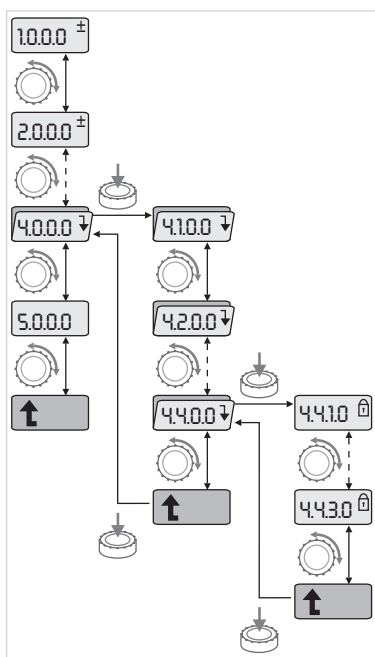

Fig. 41: Przykład nawigacji
- Wykonać ogólną nawigację w menu w następujący sposób (przykład patrz rys. 41):